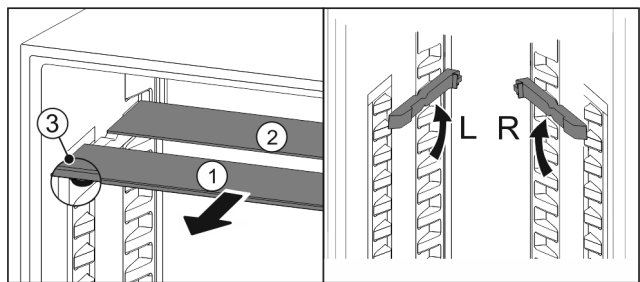

Fig. 97
- ▶ По одной извлеките Fig. 97 (1) стеклянные панели движением вперед.
- ▷ Стеклянная панель Fig. 97 (1) с декоративной планкой лежит спереди.
- ▷ Стопоры Fig. 97 (3) показывают вниз.